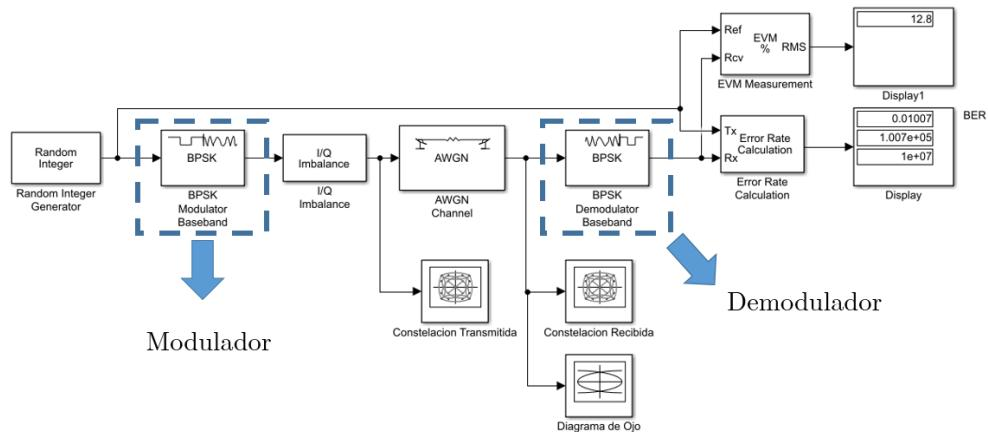

Figura 8: Esquema de interconexión general para los sistemas digitales bajo estudio.
- Abra todos los archivos con extensión *.slx* e inspeccione todos los módulos en términos de configuración e interconexión. En la figura 8 se muestra el diagrama de bloques general para los sistemas de modulación bajo análisis. **NOTA: Todos los sistemas digitales a analizar poseen la misma jerarquía de bloques es por ello que se dará una explicación breve de configuración de bloques genéricos tales como Random Integer, Imbalance I/Q, AWGN, Diagrama de Ojo, EVM y Error Rate Calculation.**